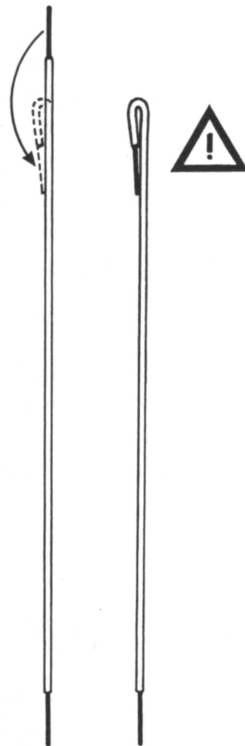

Bild 94. Das kann ins Auge gehen! Deshalb: Bei hochstehenden Drähten das obere Ende umbiegen!
93) wurde nach ihrem Erfinder Darlingtonschaltung genannt. Anstatt ein Eingangssignal anzuschließen, stecken wir an die Basis von T1 nur ein 15 cm langes Drahtstück, dessen oberes Ende – um Verletzungen zu vermeiden – umgebogen wird (Bild 94). Am eindrucksvollsten gelingt das Experiment, wenn wir Schuhe mit Gummisohlen tragen und es in einem Raum mit Teppichboden durchführen. Wenn wir unsere Hände dem Draht nähern und dabei kräftig mit den Füßen scharren, flackert die Leuchtdiode. Besonders starke Wirkung zeigt sich, wenn wir ein Kunststofflineal mit einem trockenen Baumwolltuch reiben und dann rasch über dem senkrechten Draht bewegen.